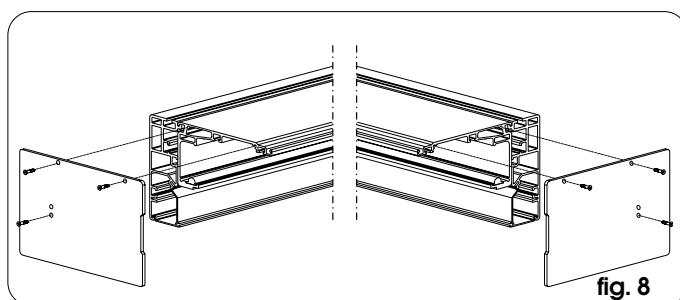
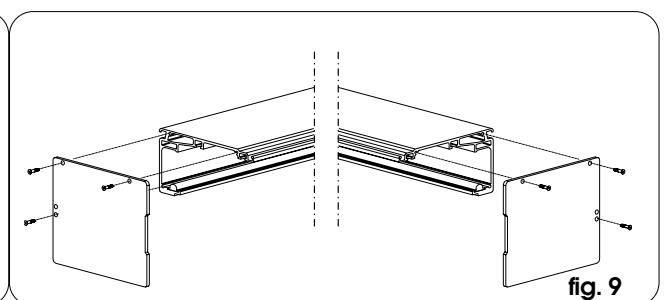

fig. 8
fig. 9
• Coloque los flancos laterales como se indica en la fig. 8 y fig. 9.